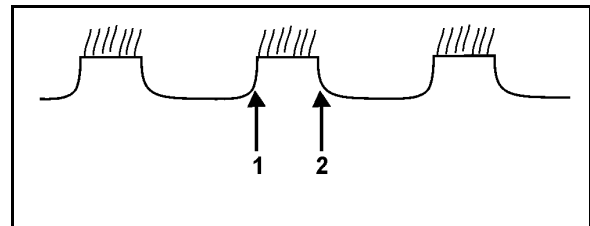

Bild 44
- Förskjut första tallriksraden åt höger och kontrollera igen (Bild 44):